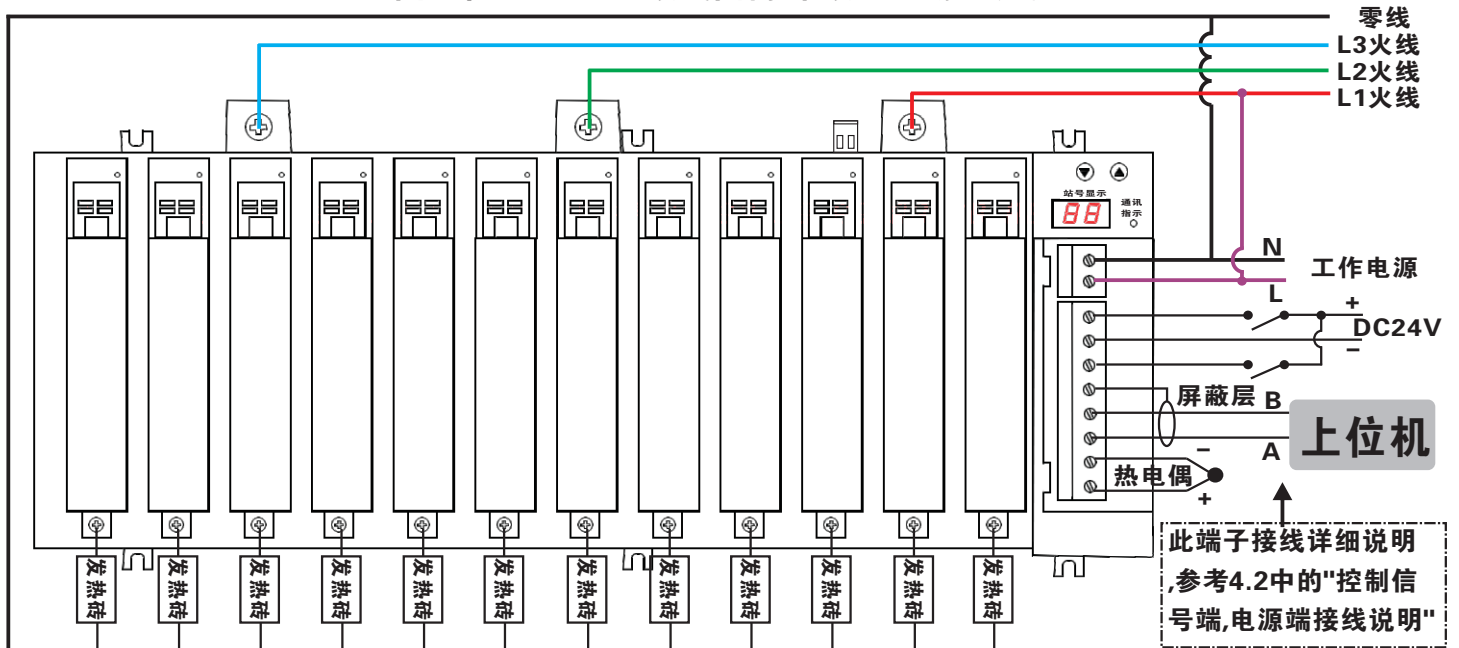

图6:三相四线220VAC接线图例(未接温控输出功能)
- 4.6.1:如图6所示,三相四线控制接法时,"L1进线"、"L2进线"、"L3进线"分别接入三相电的火线,输出1到输出15则直接接15个负载(如发热砖),负载的另端并接到零线即可,且需确保调整器工作电源零线与机器进线的零线一致;(注意:负载功率不得超过产品所标额定值);